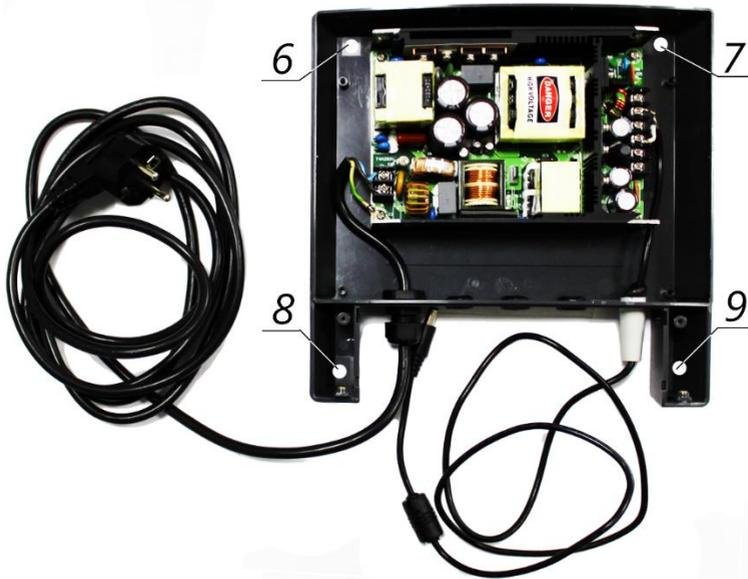

Рис. 6.6 Монтаж БП
3. Закрепить источник питания на стене винтами самонарезающими 4,2x41 DIN 968 в отверстия 6-9 (рис.6.6).